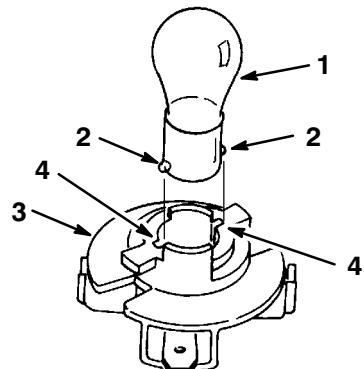

Bild 31
4. Drücken Sie die Birne herein, drehen Sie entgegen dem Uhrzeigersinn bis zum Anschlag (ca. 1/4 Umdrehung) und nehmen sie aus der Birnenfassung heraus (Bild 31).
1. Die Glühbirne hat Metallstifte an der Seite ihres Unterteils. Fluchten Sie die Stifte auf die Slitze in der Birnenfassung aus und setzen das Unterteil in die Fassung (Bild 31). Drücken Sie die Birne hinein und drehen sie im Uhrzeigersinn bis zum Anschlag.